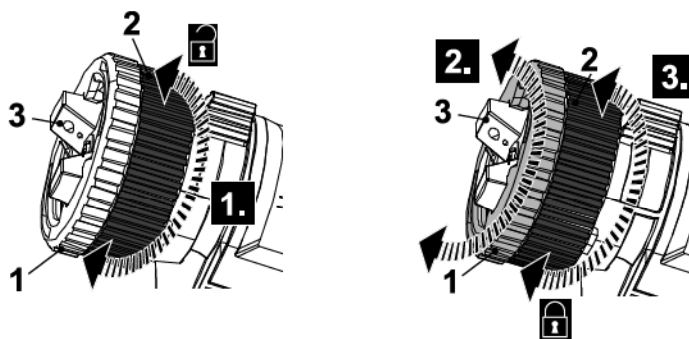
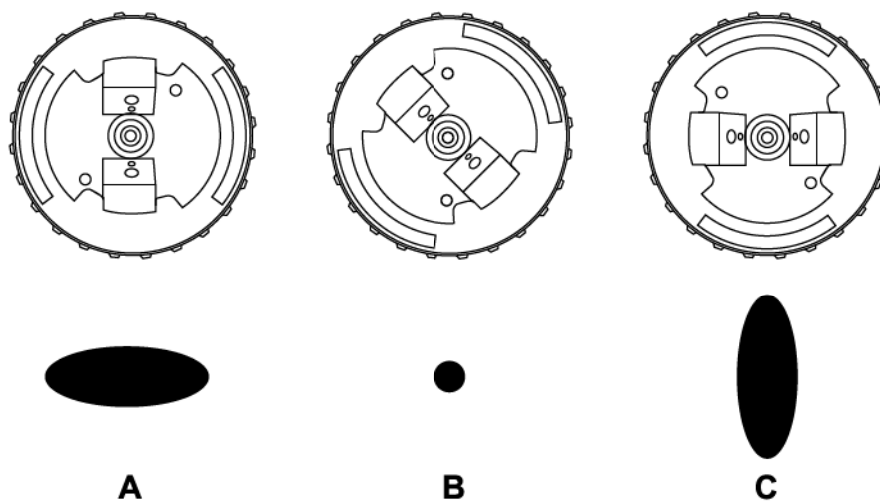

Fig. 14
Fig. 15
- > Rode a porca de união (2) no sentido dos ponteiros do relógio para a soltar (Fig. 14, passo 1) até a tampa de ajuste do tampão de ar (1) possa ser rodada suavemente (quando vista a partir da posição do operador).
- > Rode a tampa de ajuste do tampão de ar (1) no sentido horário ou anti-horário (Fig. 14, passo 2) para a posição desejada de acordo com a operação pretendida (Fig. 15).
- Jacto plano horizontal (Fig. 15 A)
- Jacto circular (Fig. 15 B)
- Jacto plano vertical (Fig. 15 C)
- > Mantenha a tampa de ar (3) na posição e aperte a porca de união (2) para a fixar posteriormente (Fig. 14, passo 3).